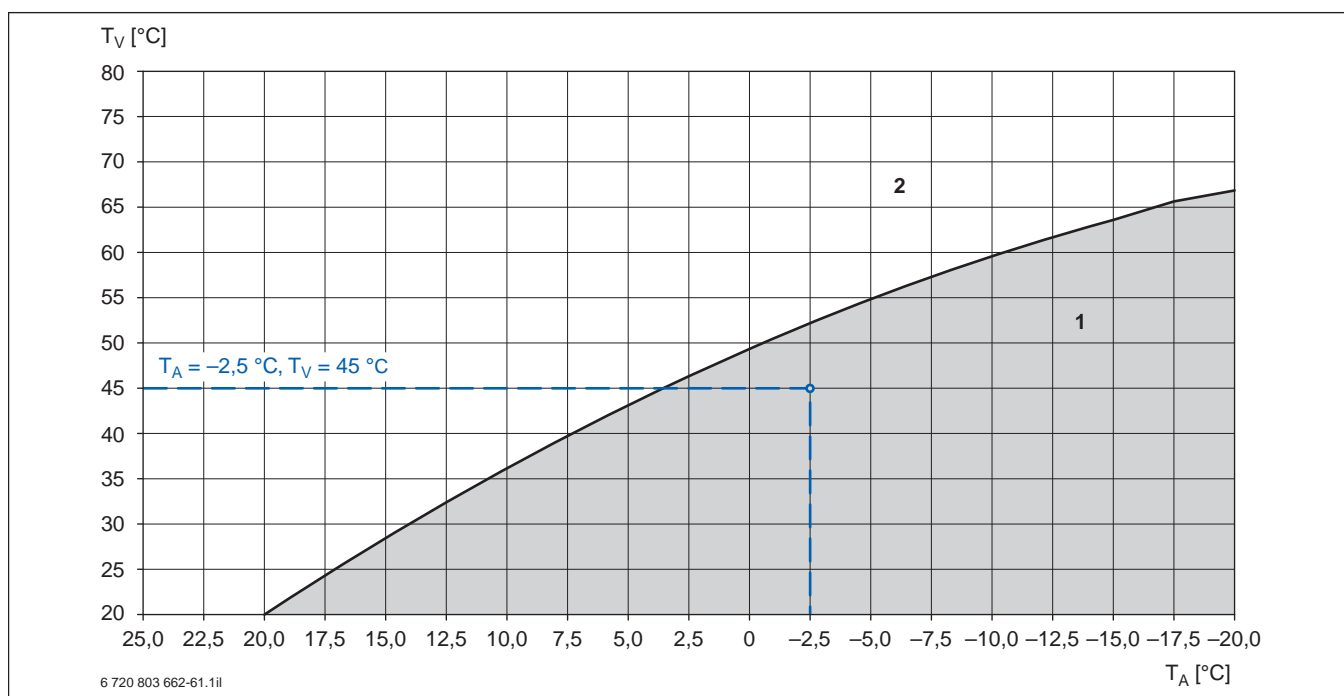

Bild 160 Diagramm zur Ermittlung der benötigten Betriebstemperatur
- Gemessene Werte in das Diagramm zur Ermittlung der benötigten Betriebstemperatur übertragen (→ Bild 160)